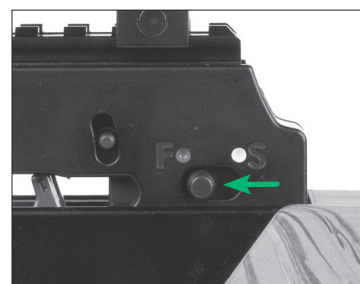

FIGURE 11
La sûreté est dégagée et l'arbalète est prête à être armée quand le cran de sûreté est passé de la position (S) (ENCLANCHÉE), sous le point blanc, à la position (F) (DÉGAGÉE), sous le point rouge, comme illustré à la figure 11.
L'arbalète pointant dans une direction sûre et chargée d'une flèche, faites glisser le cran de sûreté (partie 2) vers l'avant jusqu'à ce que vous entendiez et sentiez le déclic du cran. La sûreté est délogée et l'arbalète est prête à être armée ou à tirer quand le cran de sûreté est passé de la position (S) (ENCLENCHÉE), sous le point blanc, à la position (F) (DÉGAGÉE), sous le point rouge, comme illustré à la figure 11 de la page 4.